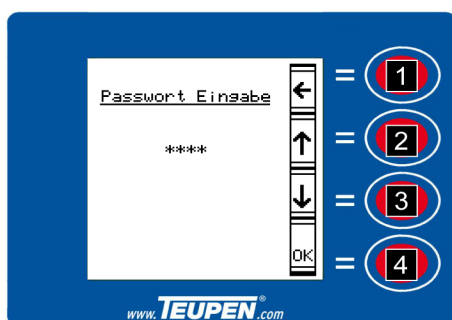

Fig. 65: Saisie du mot de passe
1. Appuyer sur la *[touche de fonction]* (Voir la Fig. 65/4).
2. Sélectionner le chiffre souhaité avec les *[touches de fonction]* (Voir la Fig. 65/2 et 3).
3. Confirmer le chiffre sélectionné avec la *[touche de fonction]* (Voir la Fig. 65/4).
→ Retourner au menu principal avec la [touche de fonction] (Voir la Fig. 65/1).